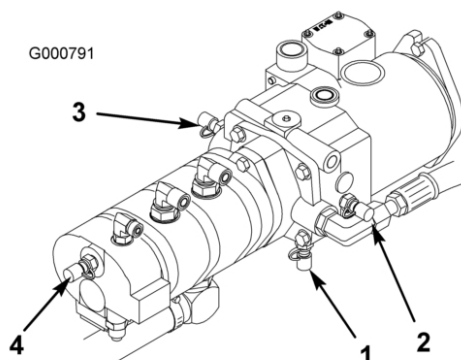

Figura 69
4. A porta de teste D encontra-se localizada no fundo da transmissão hidrostática (Figura 69) e é utilizada para medir a pressão de carga da transmissão.
5. A porta de teste E é utilizada para medir a pressão da tracção em frente (Figura 69).
6. A porta de teste F é utilizada para medir a pressão da tracção em marcha-atrás (Figura 69).
7. A porta de teste G é utilizada para medir a pressão do circuito da direcção (Figura 69).